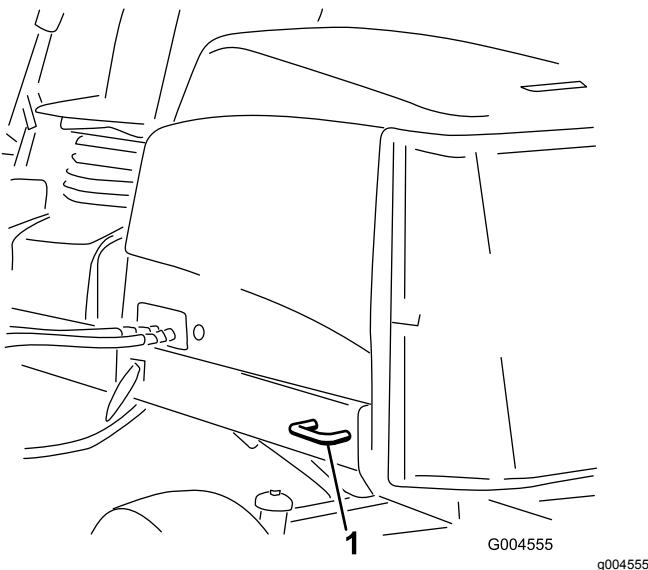

Рисунок 58
- В задней части используйте каждую сторону машины на задней раме (Рисунок 58).